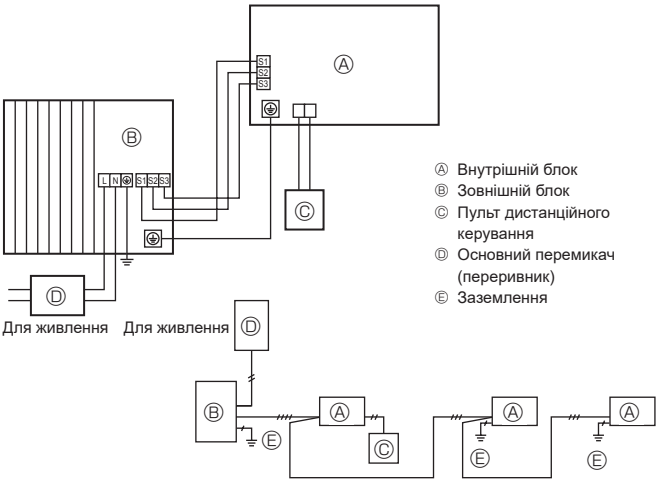
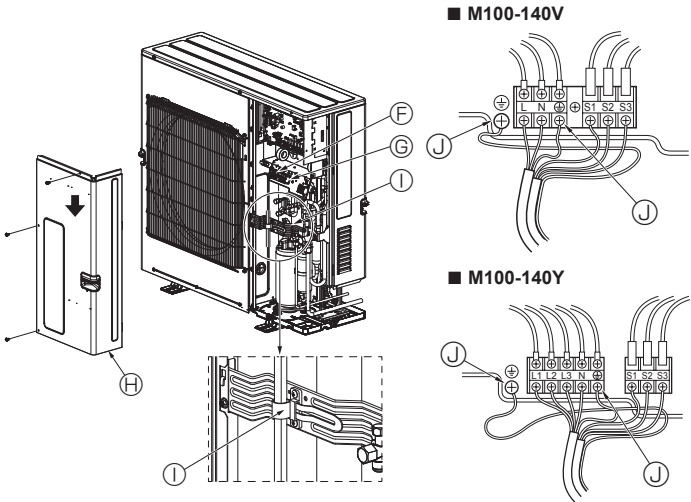

Fig. 6-1
Fig. 6-2
6.1. Зовнішній блок (Fig. 6-1, Fig. 6-2)
- 2 Проводи та кабелі, зображені на Fig. 6-1 та Fig. 6-2.